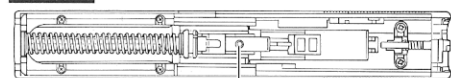

図 16
- ①メインスプリングアッセンブリー等各部がスライド内に図16のように収まっていることを確認してください。
- ②アウターのチャンバー部分がスライドと並行になっていることを確認。斜めになっていたら、組立できませんので、スライド内チャンバブロックをマズル方向に押し、平行にしてください。
- ③スライドをフレーム前から、レールを合わせて、ていねいにはめていきます。
- ④スライド後端がインナーハンマーの突起(：インナーハンマーレバー)にぶつかりますので、突起を押し下げてください。この時インナーハンマーがコックされると、スライドがセットできません。コックされていないことを確認してください。
- ⑤スライドリリースが下でロックされていないと、残り1cm程で、またスライドが